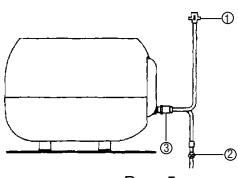

Рис. 5
B. Напольная установка (H-FM) (Рис. 5)